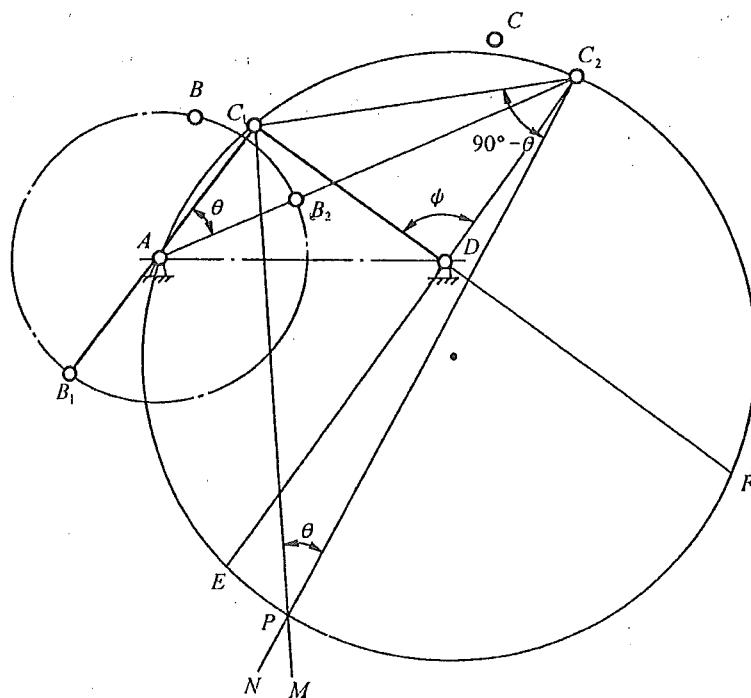

图 2-10
- (1)由给定的行程速度变化系数 K , 可以求出极位夹角 $\theta = 180^\circ \frac{K-1}{K+2} = 30^\circ$ 。
- (2)如图 2-10 所示, 任选固定铰链中心 D 的位置, 由颤板长度 l_{CD} 和摆角 ϕ , 作出摇杆的两个极限位置 C_1D 和 C_2D 。
- (3)连接 C_1 和 C_2 , 并作 C_1M 垂直于 C_1C_2 。作 $\angle C_1C_2N = 90^\circ - \theta$, C_2N 与 C_1M 相交于 P 点, 由图 2-10 可见, $\angle C_1PC_2 = \theta$ 。
- (4)作 $\triangle PC_1C_2$ 的外接圆, 在此圆周(弧 C_1C_2 和 EF 除外)上任取一点 A 作为曲柄的固定铰链中心。连 AC_1 和 AC_2 , 因同一圆弧的圆周角相等, 故 $\angle C_1AC_2 = \angle C_1PC_2 = \theta$ 。
- (5)因极限位置处曲柄与连杆共线, 曲柄 AB 长度已知, 故连杆 BC 可求。